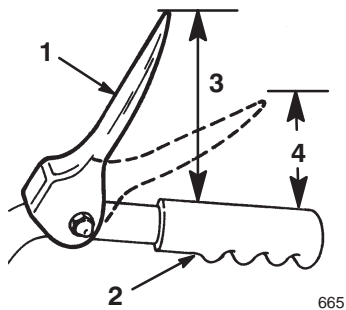

Figure 6
2. Réglez la position des deux écrous à bride sur la tige de commande de traction vers le haut ou vers le bas pour que l'extrémité de la manette de commande de traction soit à environ 11 cm de la poignée (Fig. 6).
Remarque : Le réglage est correct si les roues cessent de tourner quand le bout de la manette de commande de traction est à une distance de 2,5 à 5 cm de la poignée (Fig. 6).